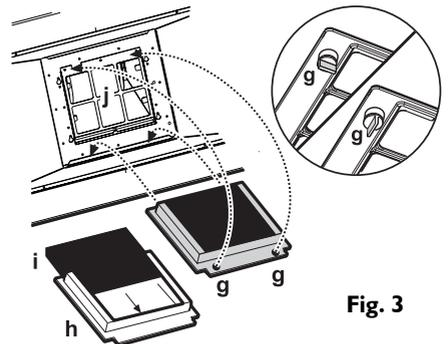

Fig. 3
3. Retirez le cadre de support du filtre en faisant tourner les pommeaux de 90° (**g** - **Fig. 3**).
4. Montez le filtre au charbon (**h** - **Fig. 3**) à l'intérieur du cadre (**i** - **Fig. 3**).
5. Remontez le cadre de support du filtre dans son siège et fixez-le à la hotte à l'aide de la vis prévue à cet effet (**g** - **Fig. 3**).
2. Dégagez le plafonnier à l'aide d'un petit tournevis permettant de faire délicatement levier à côté d'un des trois points indiqués sur la figure 3 et extrayez le plafonnier.